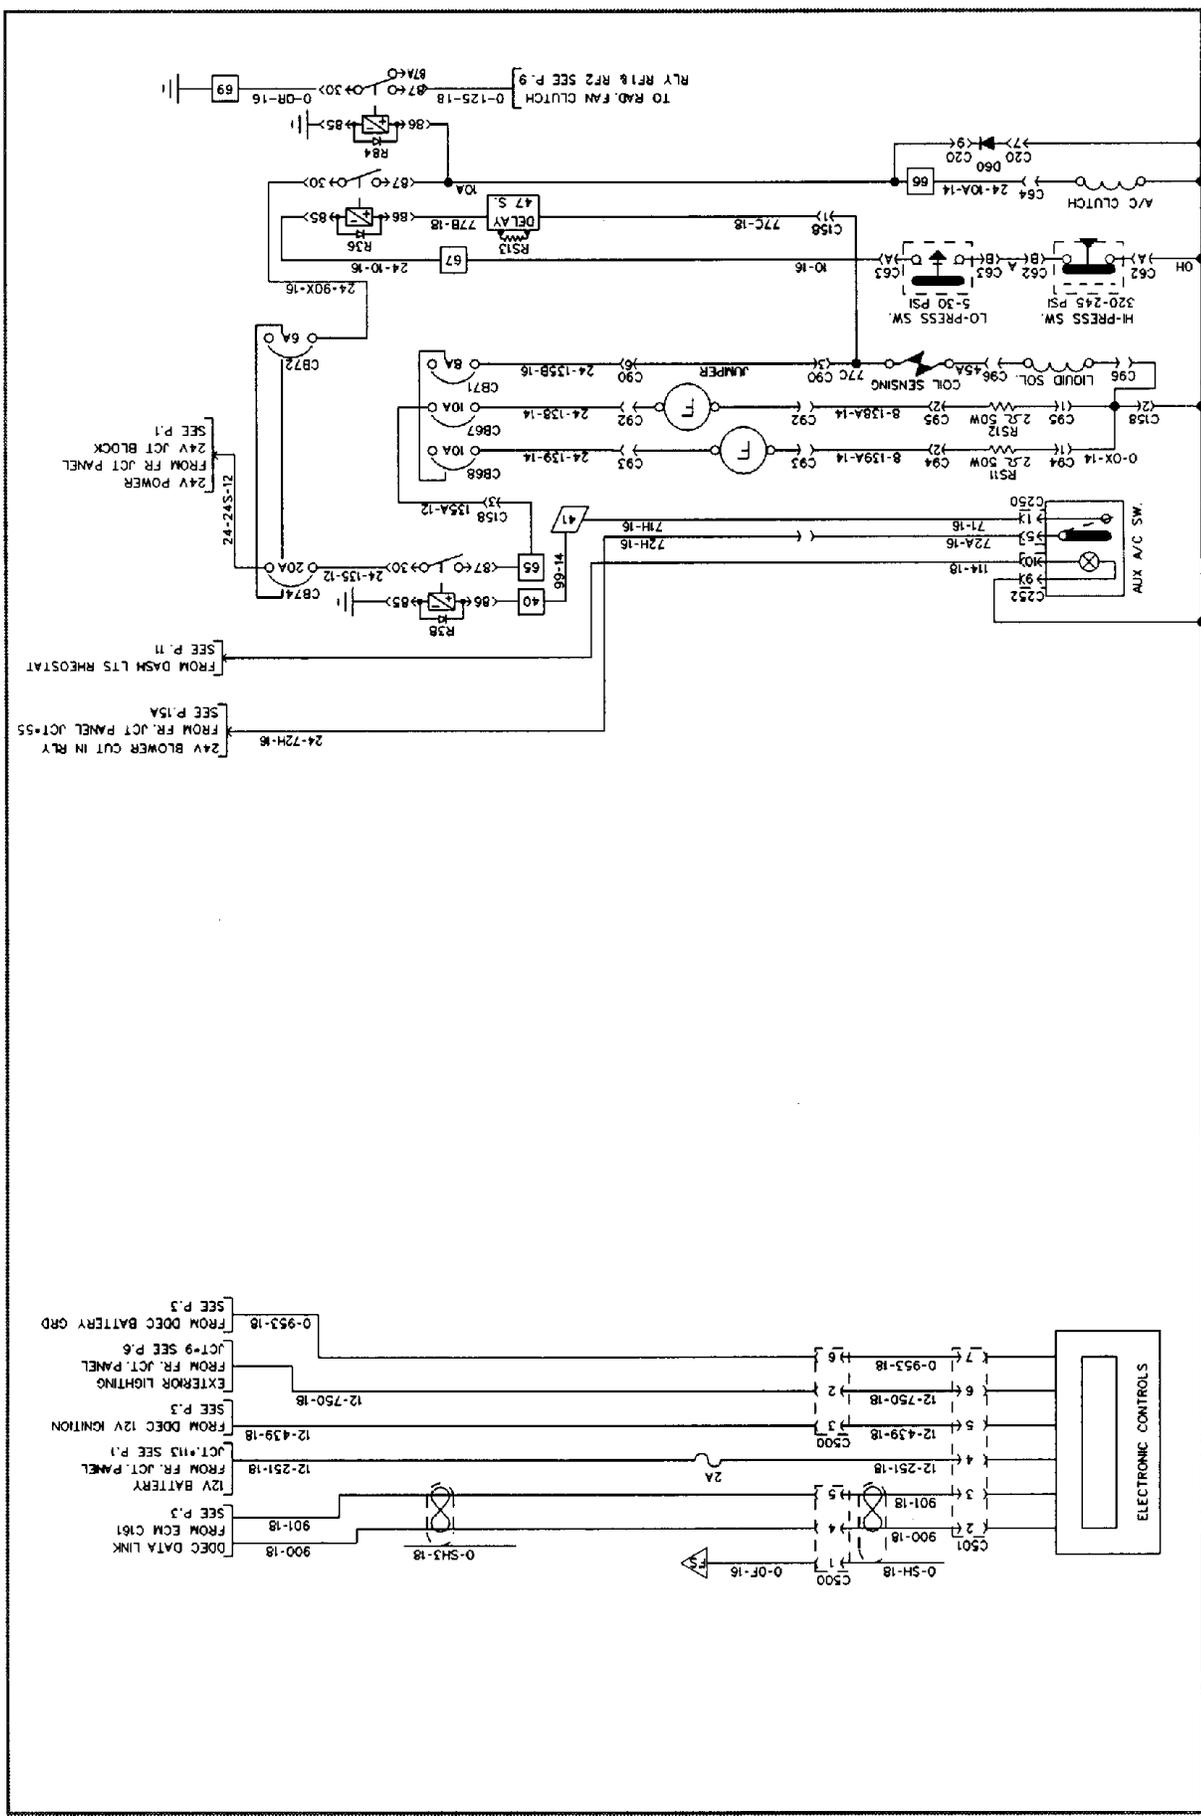

**Figure 1 :** Unité de climatisation auxiliaire. (1) Capuchon du module de contrôle de la température ; (2) Module de contrôle de la température.
2. Localiser le module de contrôle de la température #871074 (figure 1, élément 2). Enlever son capuchon (figure 1, élément 1) et retirer le module de contrôle en débranchant son connecteur.